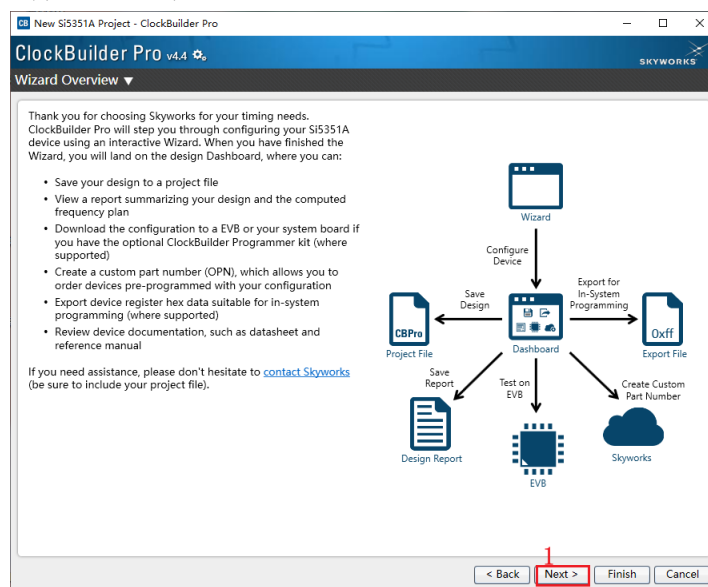

图 12. 17
5. 出现如下图 12. 18 所示界面，直接点击 Next。